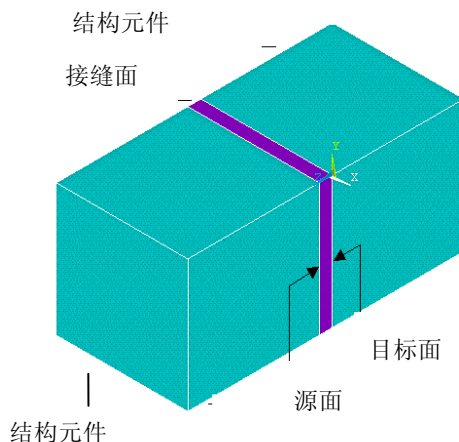

图 4-34 分界面处的网格划分
为了真实模拟模型的接缝, 有时候必须划分界面单元, 可以用线性的或者非线性的 4-D 或者 3-D 分界面单元在结构单元之间的接缝层划分网格。图 4-34 表示一个接缝模型的实例, 下面针对该模型简单介绍一下如何划分界面网格:
- (1) 定义相应的材料属性和单元属性。
- (2) 利用 AMESH 或者 VMESH (或者相应的 GUI 路径) 给包含源面 (图 4-34 中的 Sourceface) 的实体划分单元。
- (3) 利用 IMESH, LINE 或者 IMESH, AREA 或者 VDRAG 命令 (或者相应的 GUI 路径) 给接缝处 (即分界面) 划分单元。
- (4) 利用 AMESH 或者 VMESH (或者相应的 GUI 路径) 给包含目标面 (图 4-34 中的 Target face) 的实体划分单元。